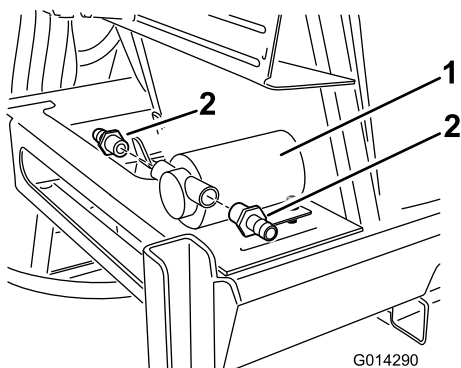

Рисунок 20
3. Найдите в комплекте поставки прямые планговые соединители типа «елочка» и установите их на входное и выходное отверстия насоса промывочного бака (Рисунок 20).